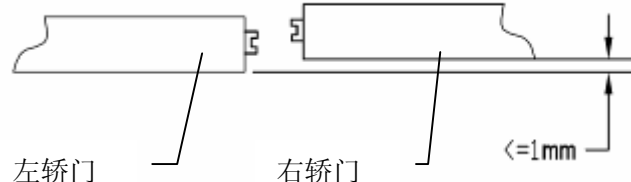

图 2-16 轿门装配俯视图
4. 中分门合拢时两门面的共面度不大于 1mm。见图 2-16 轿门装配俯视图